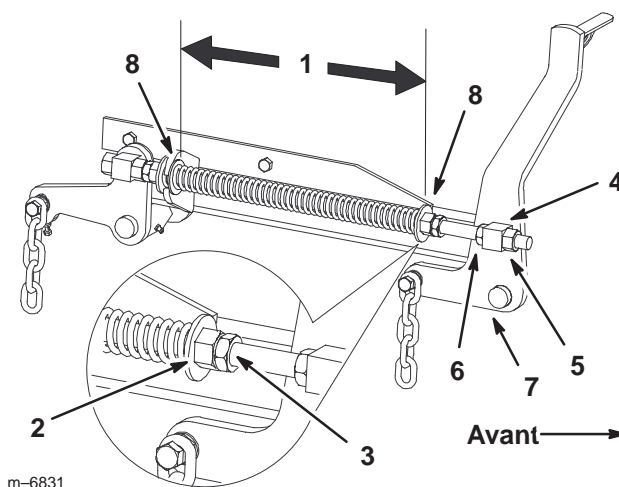

Figure 71
7. Desserrez d'environ 13 mm (1/2 pouce) les écrous de blocage à l'avant des pivots avant gauche et droit (Fig. 71).
8. Réglez les écrous de relevage sur les côtés gauche et droit de la machine de manière à **abaisser l'avant de 6 à 10 mm (1/4 à 3/8 pouce) au point A par rapport au point B à l'arrière** (Fig. 71).
2. Vérifiez que les deux grandes rondelles sont espacées de 29,2 cm (11-1/2 pouces) (Fig. 71).
3. Réglez cette distance en desserrant l'écrou de blocage du ressort et en tournant l'écrou devant chaque ressort (Fig. 71). Tournez l'écrou dans le sens horaire pour raccourcir le ressort, et dans le sens inverse pour l'allonger.
4. Bloquez l'écrou en position en serrant l'écrou de blocage du ressort (Fig. 71).